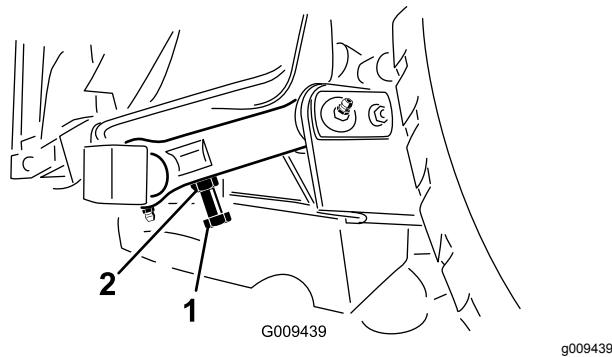

Figura 28
- Para ajustar la distancia, localice el perno de ajuste del acoplamiento basculante trasero de la carcasa de corte (Figura 28).